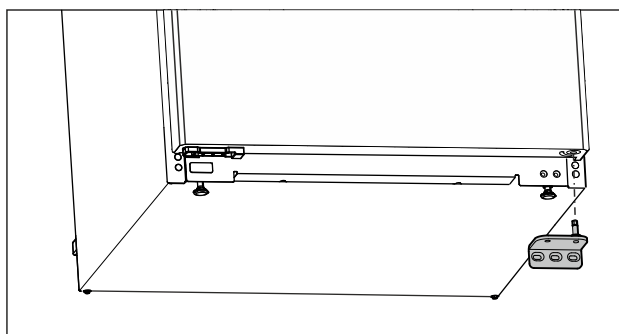

Fig. 13
- Sejměte stojan ložiska směrem dolů. (viz Fig. 13)